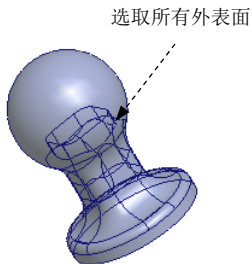

图 7.1.14 选取的曲面
Step5. 在弹出的 **▼ SELECT SRFS (选择曲面)** 菜单中选择 **Add (添加)** 命令，然后在工作区中选取图 7.1.14 所示的所有外表面。选取完成后，在“选择”对话框中单击 **确定** 按钮。